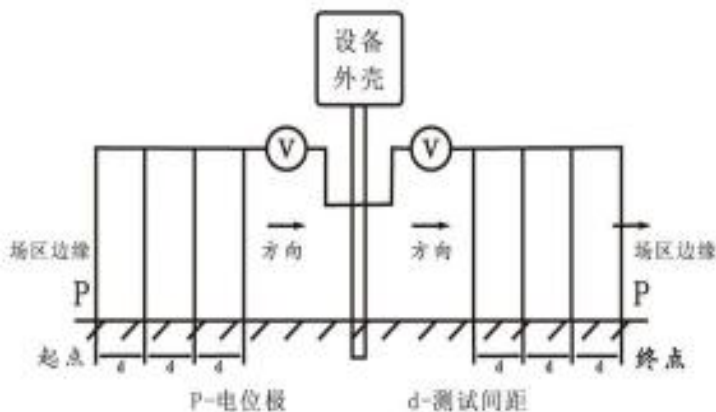

图 3 场区地表电位梯度测试示意图
b) 如上图 3 所示，等间距的缘移动测量盘（间距通常为 1 米），每一定一次测量盘就按下“▶”键确认测量，蜂鸣器发出报警声且液晶屏显示每次移动后的电位梯度，并且保存在仪器里；